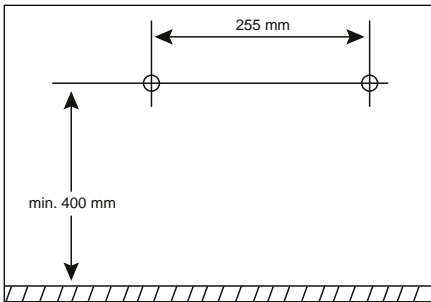

Abb. 3
- i Hinweis:** (1) Bitte prüfen Sie unbedingt vor der Montage welche Dübel für Ihren Montageort geeignet sind. Wir empfehlen Ihnen Dübel mit einem Durchmesser von 6 mm. Ziehen Sie im Zweifelsfall einen Fachmann hinzu. (2) Achten Sie bei der Wahl des Montageortes darauf, dass sich eine geeignete Netzsteckdose im Einsteckradius der Netzanschlussleitung befindet. (3) Der Ständer **1** darf bei der Wandmontage nicht angebracht sein.
- ◆ Markieren Sie sich in einer Mindesthöhe von 400 mm und einem Abstand von 255 mm zwei Bohrlöcher (siehe Abb. 3).